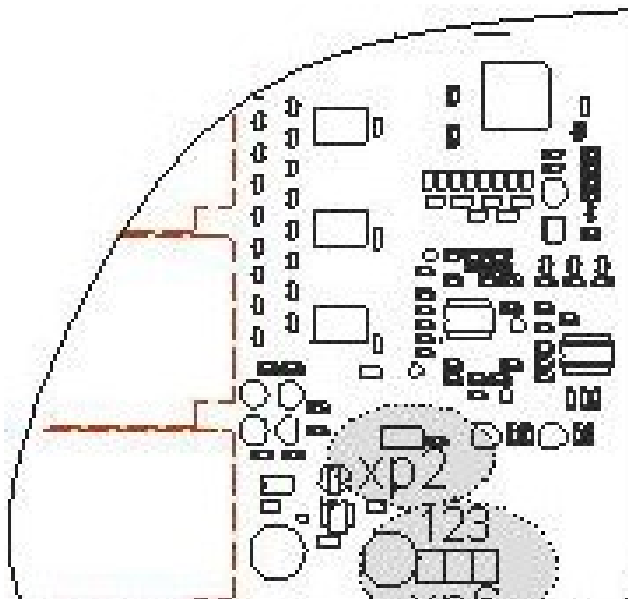

Рисунок 3 – Расположение перемычек на плате КЛР версий 070507 и 080708
1.3.3 На плате КЛР расположены две перемычки хр6 и хр2 (см. рис. 3), которые следует установить согласно Таблице 4. Заводская установка – напряжение питания 12 В от КЛР.